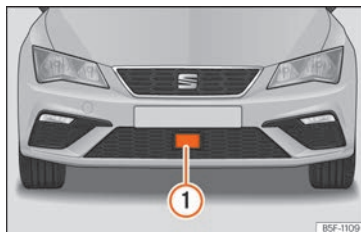

Fig. 266 En el paragolpes delantero: sensor de radar.
En el paragolpes delantero va montado un sensor de radar para captar la situación del tráfico » **fig. 266 ①**.